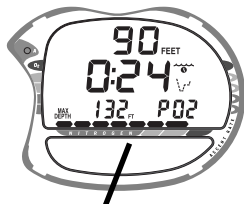
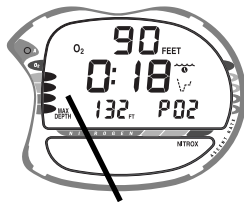

Fig. 41 - Stickstoff Kontrolle
Fig. 42 - Sauerstoff Kontrolle
- Die Anzeigen **GAU** und **OFF** (bzw. ON) blinken (Abb. 41).
- Die Anzeigen **ACT** und **H2O** erscheinen, **ON** (bzw. **OFF**) blinken (Abb. 42).
Nullzeiten werden nur für die jeweilige Tiefe angezeigt, wenn mindestens 3 Minuten zur Verfügung stehen, eine Abstiegsgeschwindigkeit von 18m/min. (60ft) wird mit eingerechnet. Tiefen, die nur mit einem Überschreiten des max. PO2 von 1,60 ATA erreicht werden können, werden nicht angezeigt. Bei jeder angezeigten Tiefe werden Sie theoretische Nullzeiten (NDLs) basierend auf Ihren vorherigen Tauchgängen (sofern der Stickstoffwert die Kontrolle hat) sehen, oder es werden Ihnen Sauerstoff Toleranz Grenzen (ODLs) angezeigt, basierend auf der Sättigung der letzten Tauchgänge oder der 24 Stunden Sättigungsgrenze (sofern der Sauerstoffwert die Kontrolle hat). Falls der Stickstoff Graph angezeigt wird, wird der nächste Tauchgang durch die Sättigung der Gewebe mit Stickstoff kontrolliert (Fig. 41), falls der Sauerstoff Graph angezeigt wird, kontrolliert der Sauerstoffwert den nächsten Tauchgang (Fig. 42).